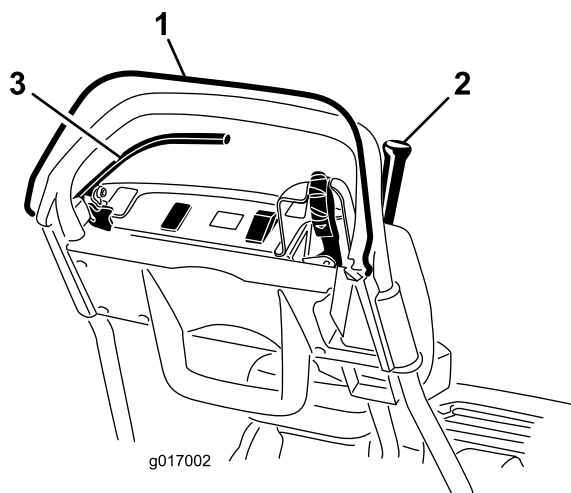

图28
3. 放开操作员到位控制装置后，尝试接合牵引杆（图28）。牵引杆应该不能接合。如果牵引杆能够接合，则需要对联锁系统进行维修。请在操作之前解决该问题。请参阅 维护牵引联锁开关（页码 27）。
2. 压下操作员到位控制装置，接合牵引杆并使发动机控制装置处于启动位置（图28）。尝试启动发动机。发动机不应启动。如果发动机启动了，则需要对联锁开关进行维修。请在操作之前解决该问题。请参阅 维护牵引联锁开关（页码 27）。
2. 分离牵引杆，接合刹车并使发动机控制装置处于启动位置（图28）。尝试启动发动机。发动机应该能够启动。如果发动机没有启动，则需要对联锁开关进行维修。请在操作之前解决该问题。请参阅 维护刹车联锁开关（页码 28）。
3. 发动机运行时，接合刹车（而非手刹），压下操作员到位控制装置并接合牵引杆（图28）。发动机应慢慢减速，但不应熄火。如果发动机快速熄火，则需要对联锁开关进行维修。请在操作之前解决该问题。请参阅 维护刹车联锁开关（页码 28）。
4. 发动机运行时，接合手刹锁定装置，压下操作员到位控制并接合牵引杆（图28）。发动机应该熄火。如果发动机没有熄火，则需要对联锁开关进行维修。请在操作之前解决该问题。请参阅 维护刹车联锁开关（页码 28）。
4. 压下操作员到位控制装置并接合牵引杆，然后松开操作员到位控制装置（图28）。牵引杆应脱离。如果牵引杆不能分离，则需要对联锁系统进行维修。请在操作之前解决该问题。请参阅 维护牵引联锁开关（页码 27）或（页码 ）。
5. 压下操作员到位控制装置并将换挡控制杆移至左侧，接合牵引和滚刀驱动装置，然后松开操作员到位控制装置（图28）。牵引杆应脱离。如果牵引杆不能分离，则需要对联锁系统进行维修。请在操作之前解决该问题。请参阅 维护牵引联锁开关（页码 27）、（页码 ）或 调整滚刀控制装置（页码 31）。
6. 压下操作员到位控制装置并将换挡控制杆移至左侧，接合牵引和滚刀驱动装置，将换挡控制杆移至右侧，分离滚刀驱动装置（图28）。滚刀驱动装置应分离。如果牵引杆不能分离，则需要对联锁系统进行维修。